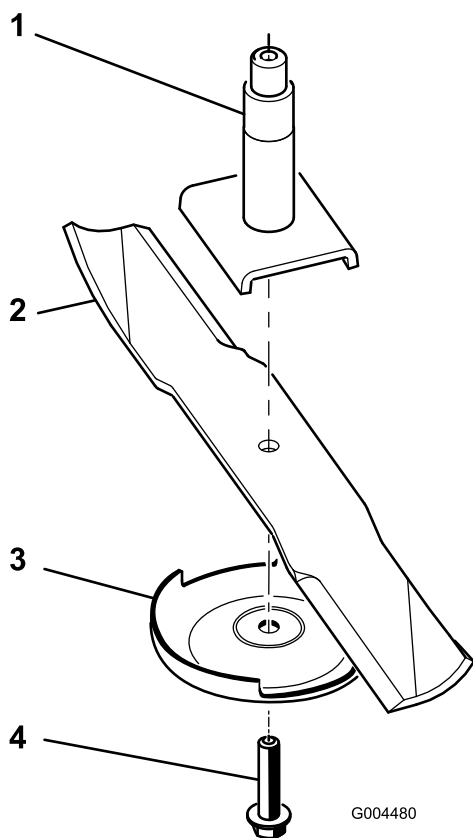

Рисунок 71
Примечание: Если нож остается в горизонтальном положении, значит нож сбалансирован и его можно использовать. Если нож не сбалансирован, удалите некоторое количество металла только с конца области крыла (Рисунок 71). Повторяйте эту процедуру до тех пор, пока нож не будет сбалансирован.
1. Установите нож на шпиндель (Рисунок 71).
2. Установите защитную пластину и болт ножа (Рисунок 71).